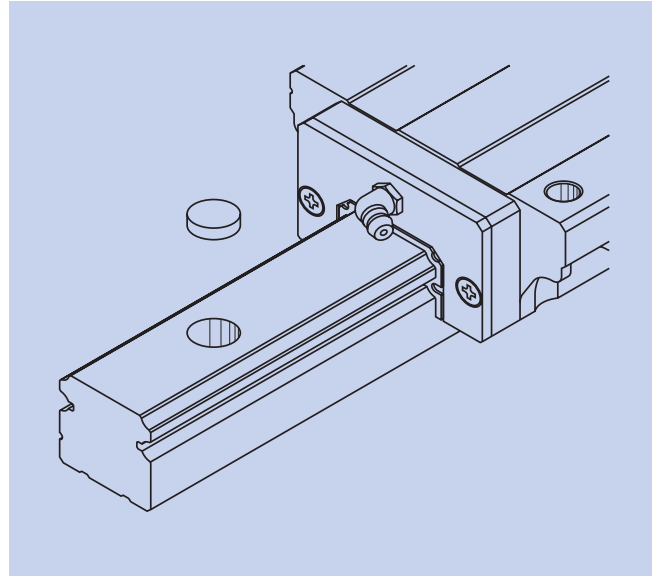

図 18
- ・レールを機台に取付けた後、ボルト穴を塞ぎ穴部の異物溜りを無くし、スライダ内への異物の侵入を防ぎます。(図18)